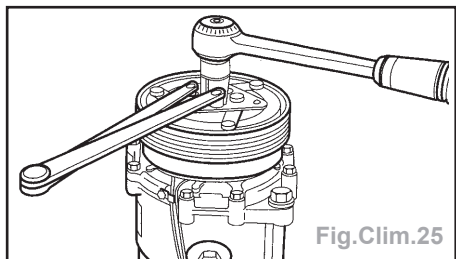

Fig.Clim.25
- Le desserrer et le serrer (Fig.Clim.25)
**Desserrer et serrer l'écrou hexagonal** (Fig.Clim.25).